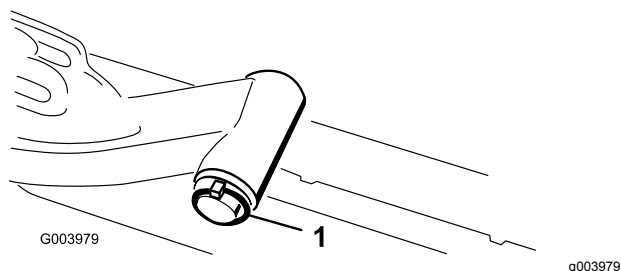

図 11
- A. 昇降アームピボットのシャフトを昇降アームに固定しているリンチピンとワッシャを外し、昇降アームからピボットのシャフトを抜き出す 図 11。
- C. 昇降アームのシャフトを昇降アームに通して、ワッシャとリンチピンで固定する 図 11。